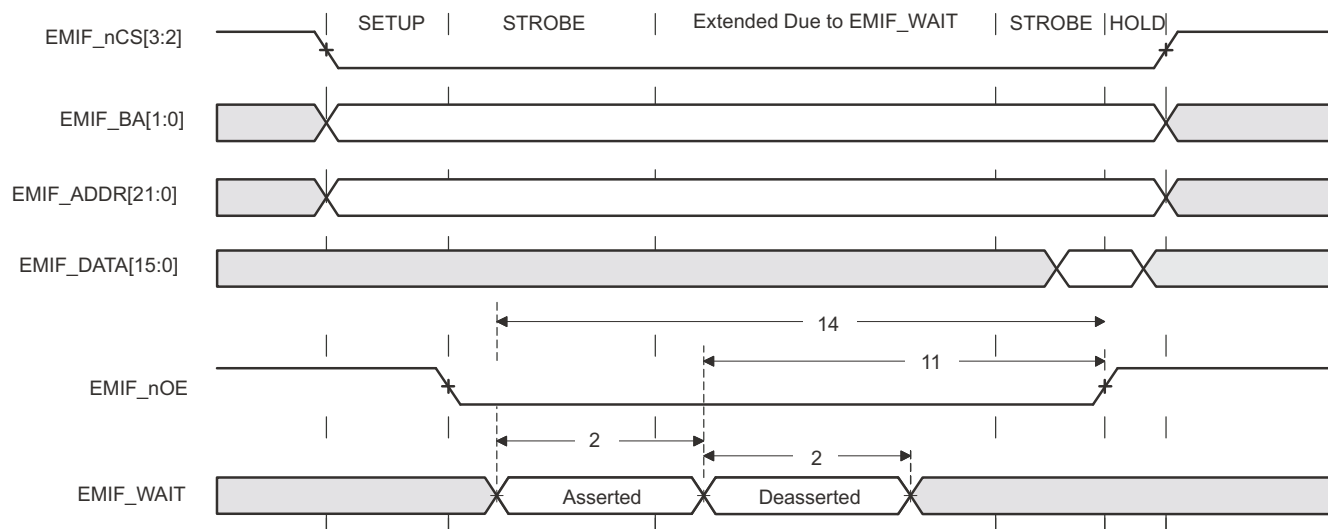
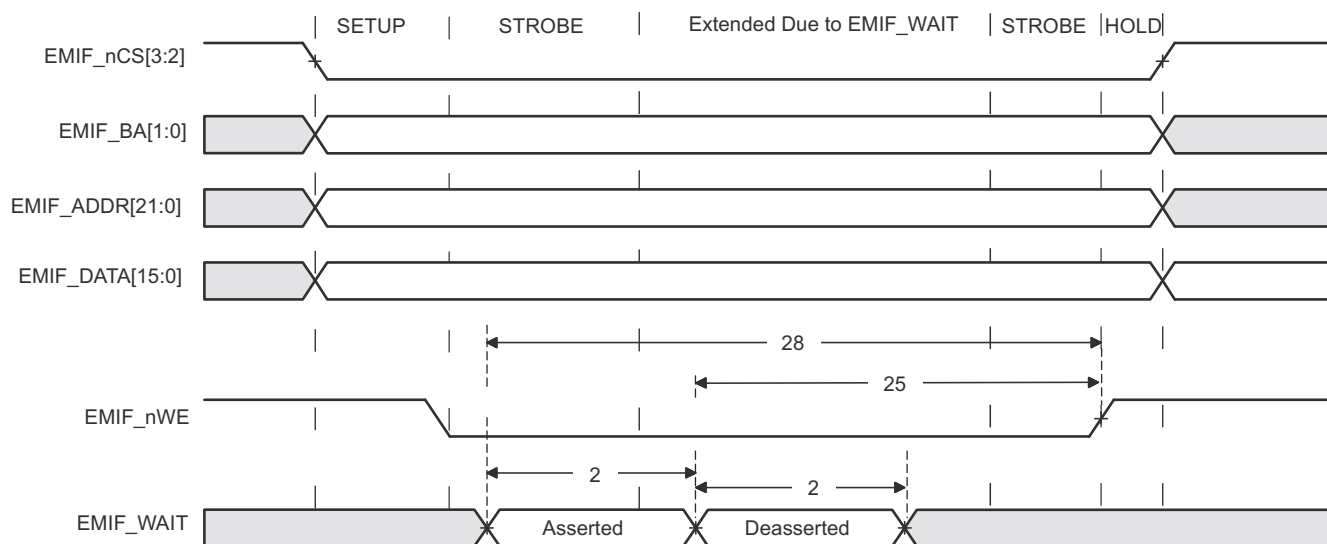

图 7-12. EMIFnWAIT Read Timing Requirements
图 7-14. EMIFnWAIT Write Timing Requirements
- (1) E = EMIF\_CLK period in ns.
(2) Setup before end of STROBE phase (if no extended wait states are inserted) by which EMIFnWAIT must be asserted to add extended wait states. 图 7-12 和 图 7-14 描述 EMIF 事务包括在 STROBE 阶段插入的扩展等待状态。然而，在此扩展等待周期中插入的周期不应计数；4E 要求是从开始的地方开始，如果没有扩展等待周期，HOLD 阶段将开始。